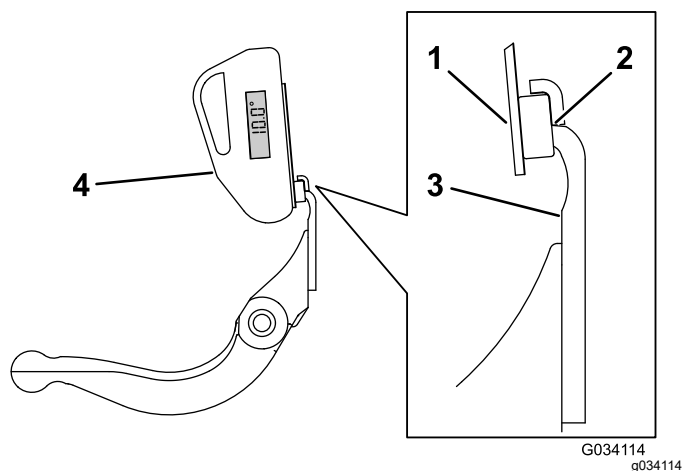

Figura 31
3. Coloque el soporte del indicador de ángulo sobre el filo de la contracuchilla de manera que el borde del imán esté enrasado con el filo de la contracuchilla (Figura 31).
4. Coloque el indicador de ángulo en el soporte, según se muestra en Figura 31.